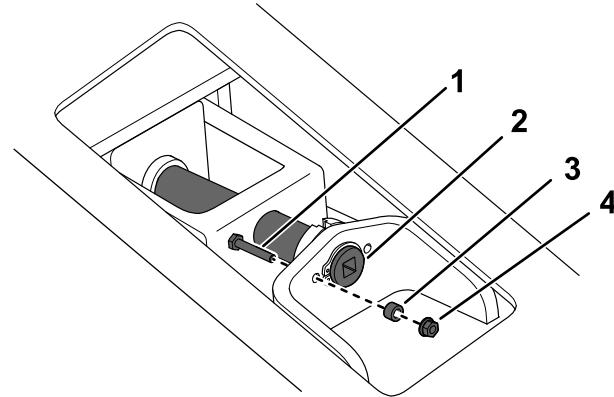
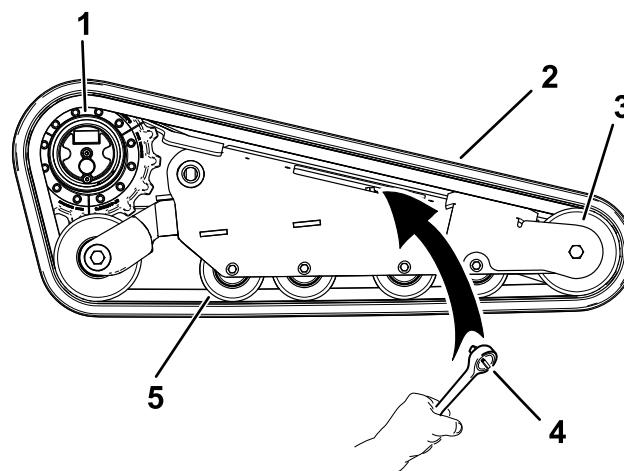

Figura 65
Figura 67
6. Retire el perno de bloqueo, el espaciador y la tuerca (Figura 65).
8. Alinee la muesca más próxima del tornillo tensor con el orificio del perno de bloqueo, y fije el tornillo con el perno de bloqueo y la tuerca (Figura 65).
7. Usando una llave de carraca de  $\frac{1}{2}$ ", alivie la tensión en la oruga girando el tornillo tensor en sentido horario (Figura 65 y Figura 67).
- Pase la oruga nueva alrededor de la rueda delantera (Figura 67).
- Empuje la oruga por debajo de y entre las ruedas de rodaje y colóquela alrededor de la rueda tensora trasera (Figura 67).